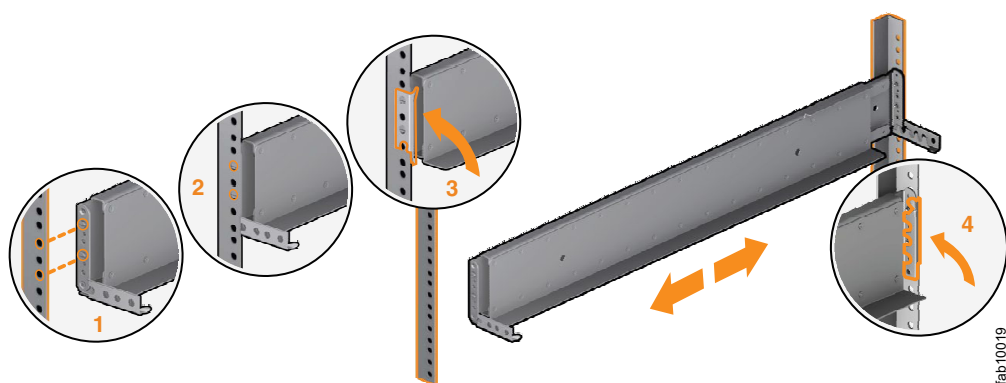

Figura 39. Cierre de los soportes de bisagra
9. Cierre la pieza de sujeción posterior de la bisagra para que el riel quede fijo en el reborde del armario del bastidor. (Consulte Figura 39).
11. Cierre la pieza de sujeción frontal de la bisagra para que el riel quede fijo en el reborde del armario del bastidor. (Consulte Figura 39).